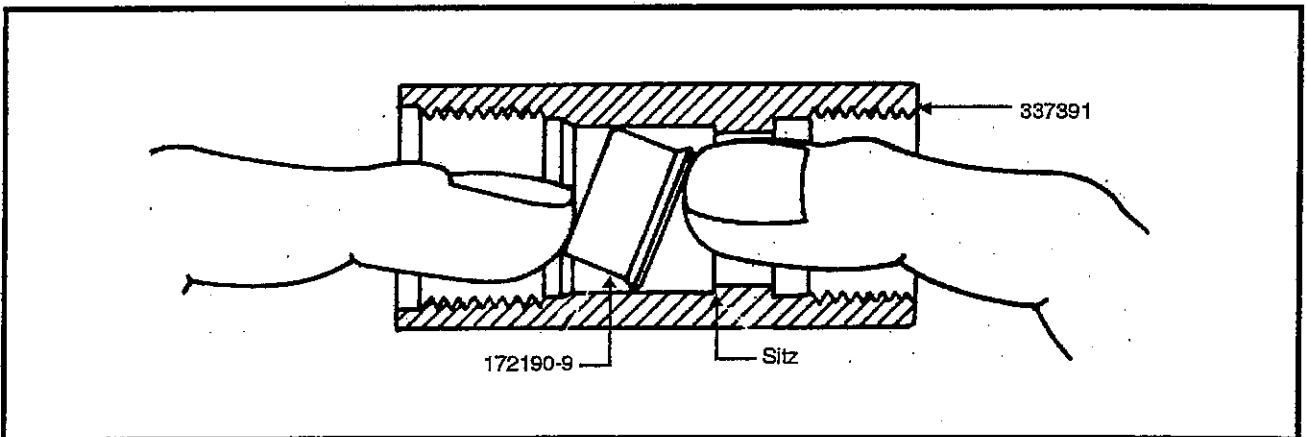

Abbildung 6: Installation der Dichtung 172190-9
b. Die Dichtung seitwärts in die Haltevorrichtung einführen (Abbildung 6).
c. Die Dichtung von beiden Seiten mit den Fingern durch beide Enden der Haltevorrichtung drücken. Die Dichtung kann zur ordnungsgemäßen Position im Sitz bewegt werden. (Abbildung 6).